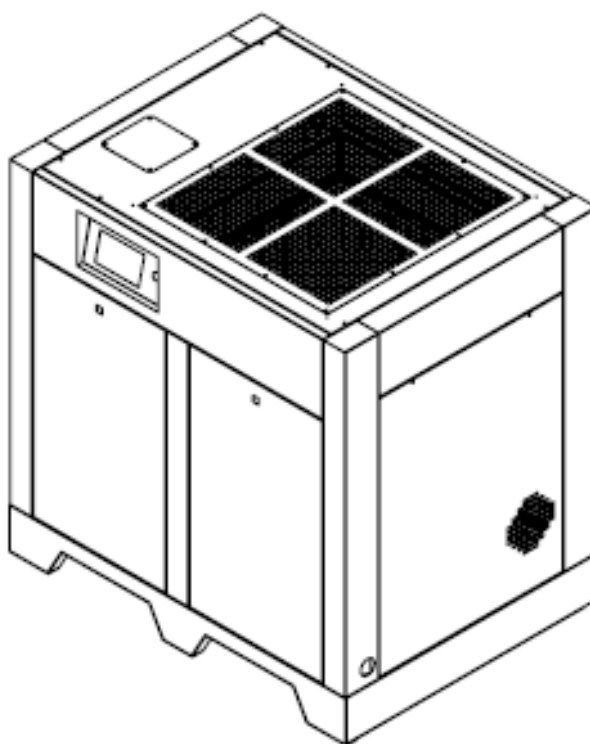

Рис. 3.1 Вид снаружи винтового компрессора серии ХВ
**3****Общие указания (рис. 3.1 и 3.2)****3.1****Обзор**
Компрессоры серии ХВ представляют собой стационарные, одноступенчатые, ротационные винтовые компрессоры с впрыском масла и приводом от электродвигателя. Компрессор оснащен микрокомпьютерным блоком управления с ЖК-дисплеем, который позволяет эффективно снижать потребление электроэнергии, и предоставляет оператору удобный интерфейс для управления работой компрессора, мониторинга и защиты. Вид снаружи винтового компрессора серии ХВ показан на рис. 3-1.